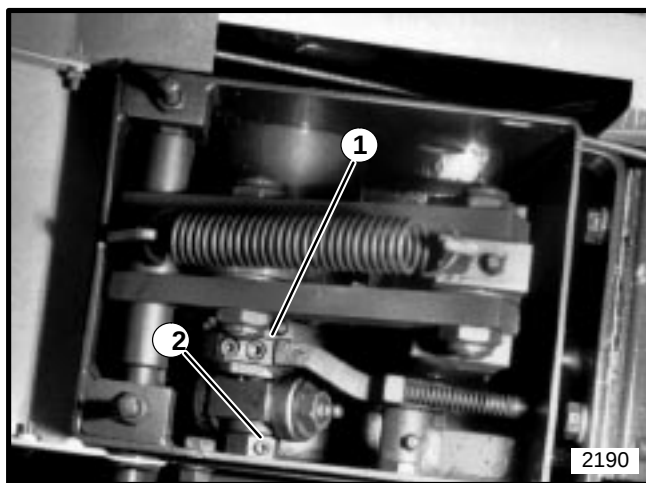

Figura 19
2. Remueva los juegos de tornillos y los tapones de latón en la tuerca para ajustar. Vea la Figura 19.